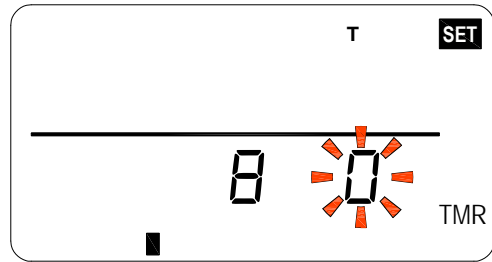

Abbildung 13
- Drücken Sie $\textcircled{\text{SET}}$ um die Einstellungen zu speichern. Die Anzeige zeigt nun die Startstunde und das Minutenfeld blinkt, siehe Abbildung 13.